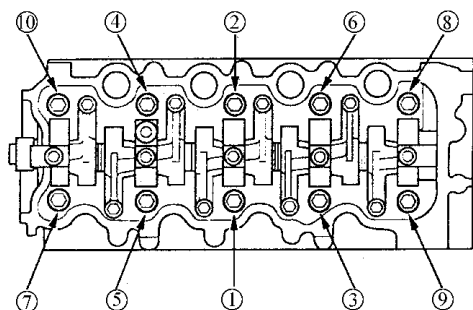

图 2-130 缸盖螺栓拧紧顺序
6) 将缸盖螺栓按图 2-130 所示顺序拧紧至力矩为 $29\text{N}\cdot\text{m}$ 。使用预定力矩扳手, 要确保缓慢地拧紧螺栓, 且不要拧过头。如果某螺栓在拧紧过程中发出噪声, 应将它松开, 并从第一步开始重新拧紧。